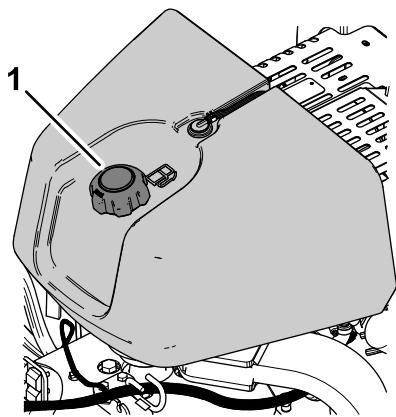

Figura 29
2. Limpie la zona alrededor del tapón del depósito de combustible y retire el tapón (Figura 29).